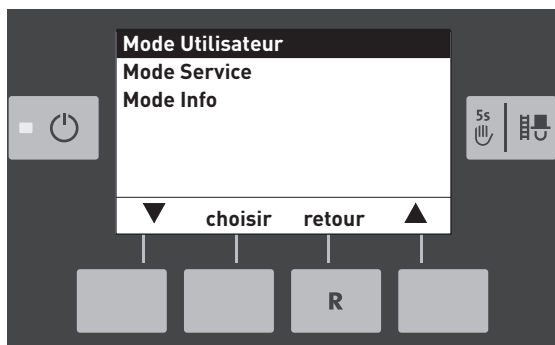

Fig. 28
- ▶ Sélectionner « Mode Utilisateur » – Fig. 28.